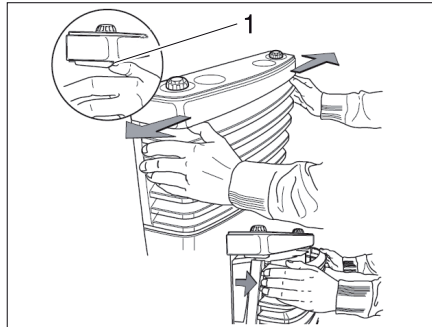

Bild 100 Heizungsverkleidung abnehmen
- Heizungsverkleidung abnehmen. Dazu die Verschlussfedern (Bild 100,1) seitlich nach außen drücken, Verkleidung nach vorn schwenken und aus den unteren Lagern heben.